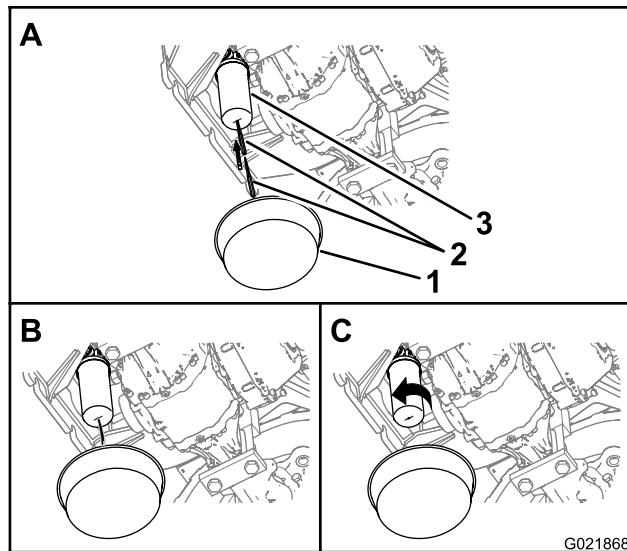

Figure 95
Remarque: Vous pouvez accéder au filtre de retour hydraulique sous l'arrière de la machine (Figure 95).
1. Placez un bac de vidange sous le filtre de pression hydraulique (Figure 95).
2. Percez le fond du filtre de pression hydraulique et vidangez le restant de liquide hydraulique dans le bac (Figure 95).
3. Tournez le filtre de retour hydraulique dans le sens antihoraire et déposez le filtre (Figure 95).